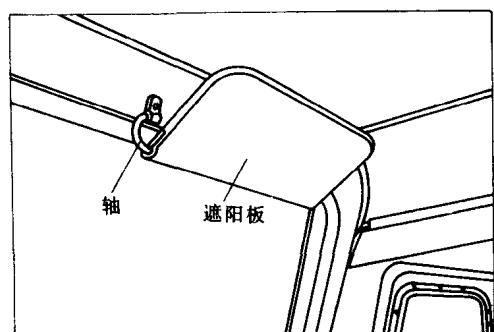

图 1-19 遮阳板
(1) 松开螺母 1，前、后、左、右摆动后视镜杆 3。
(2) 松开螺母 2，上、下移动后视镜 4 和左、右转动球面镜 5。
19. 遮阳板(图 1-19) 装在前风窗上端，左、右各装一个，它可以绕自身的轴转动到适当的位置，以遮住不同方向的阳光。